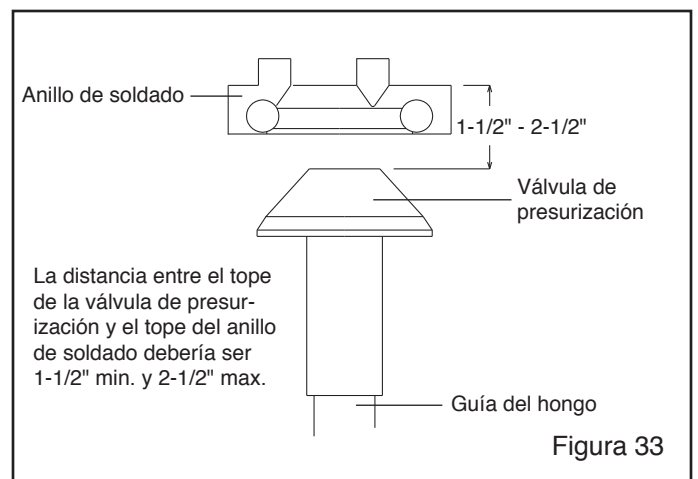

Figura 33
7.9.6 Refiérase a la Figura 33 para verificar la altura del hongo. Si el hongo está muy bajo, podría ocurrir desalineación cuando la válvula de prresurización sube y alcanza el sello. Si el hongo está muy alto, el abrasivo tardará mas tiempo en fluir a través de la abertura durante el llenado. Ajuste la altura reemplazando la guía que sea más larga o más corta.